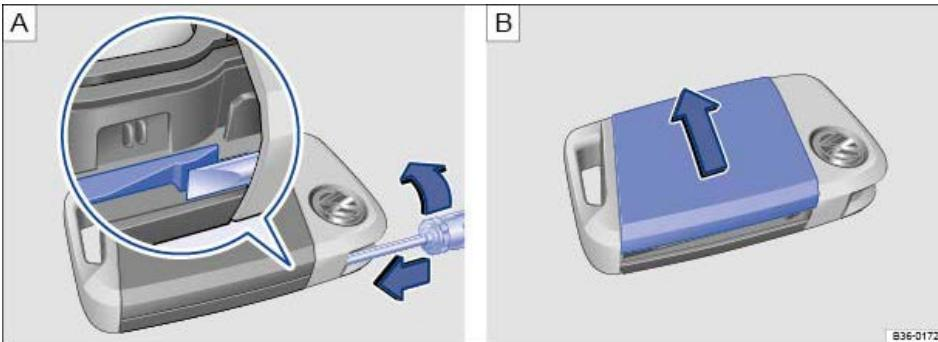

Abb. 34 Fahrzeugschlüssel: Abdeckung für Batteriefach öffnen.
Die Knopfzelle befindet sich auf der Rückseite des Fahrzeugschlüssels unter einer Abdeckung ⇒ Abb. 34 .
- Einen Schlitzschraubendreher mit einer etwa 3 mm breiten Klinge an der äußeren Führung des Notschlüssels im Fahrzeugschlüssel in Pfeilrichtung etwa 12 mm einführen ⇒ *Abb. 34*  A.
- Abdeckung für das Batteriefach in Pfeilrichtung ⇒ *Abb. 34*  B schieben und abnehmen ⇒  .
- Abdeckung entgegen der Pfeilrichtung auf das Fahrzeugschlüsselgehäuse drücken, bis sie einrastet ⇒ *Abb. 34*  B .